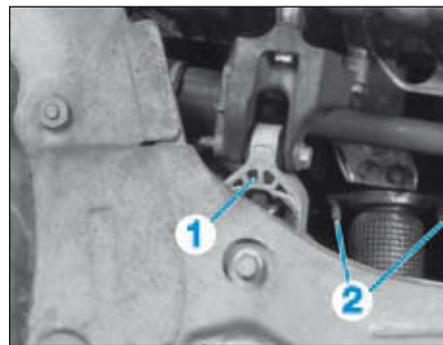

FIG.77
- la biellette de reprise de couple (1) (Fig.77),
- les vis (2) de la liaison catalyseur ligne d'échappement,